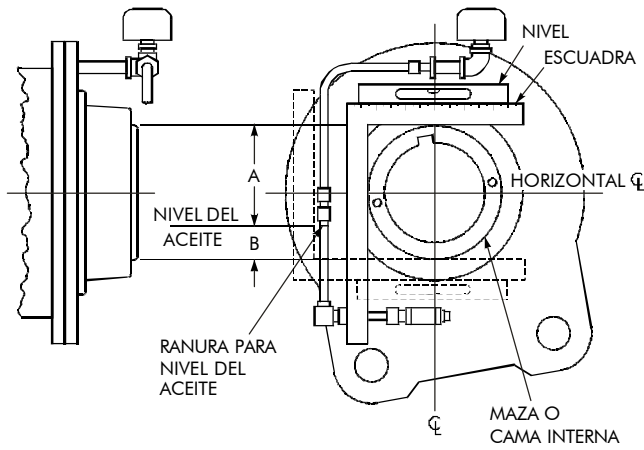

Figura 13
7. Coloque en su posición apropiada la ranura del nivel de aceite de la mirilla, como se muestra en la Figura 13, y apriete todas las conexiones.